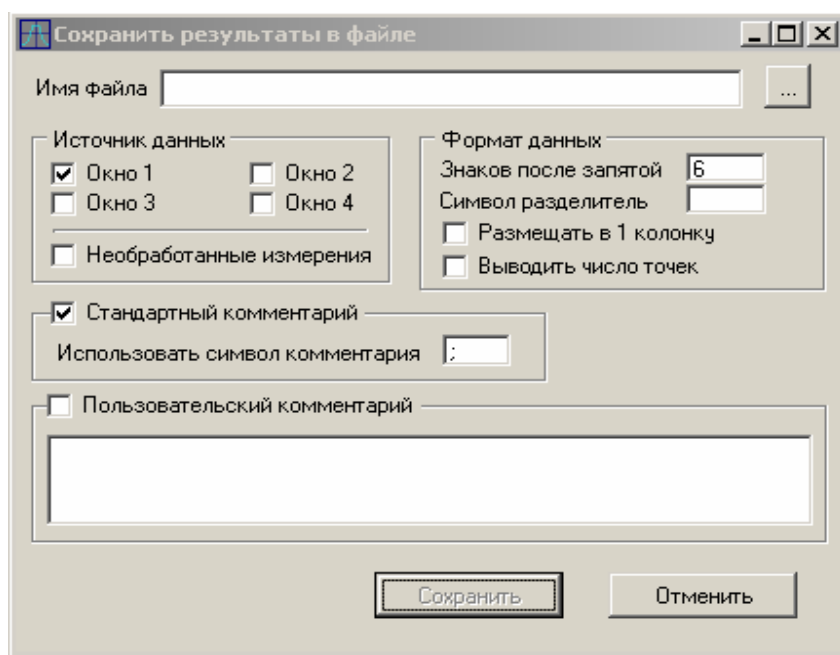

Рисунок 20.1. Диалог сохранения результатов измерений.
20.3 Для сохранения результатов измерений в файле служит пункт меню «Файл/Сохранить...». Он открывает диалог, (см. рисунок 20.1).